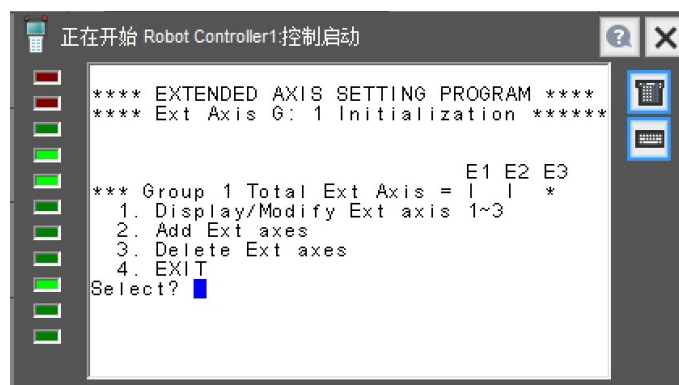

图 4.2.1
1) 如果需要修改已配置好的导轨轴参数，进入控制模式中的添加附加轴界面，在图 4.2.1 中，选择 1“Display/Modify Ext axis 1-3”，输入要更改的轴号，进入后找到要修改的参数进行修改，修改完成后退出，返回一般模式，修改完成。